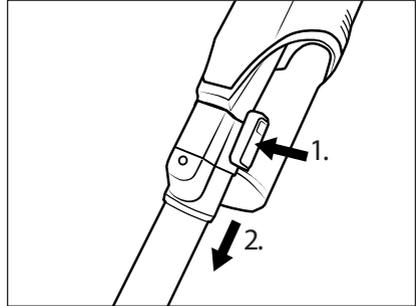

Abb. 11
- ◆ Um das Saugrohr **24** vom Gerät zu entfernen, halten Sie die Saugrohr-Entriegelungstaste **23** gedrückt und ziehen Sie das Saugrohr **24** von der Saugöffnung des Gerätes ab (siehe Abb. 11).